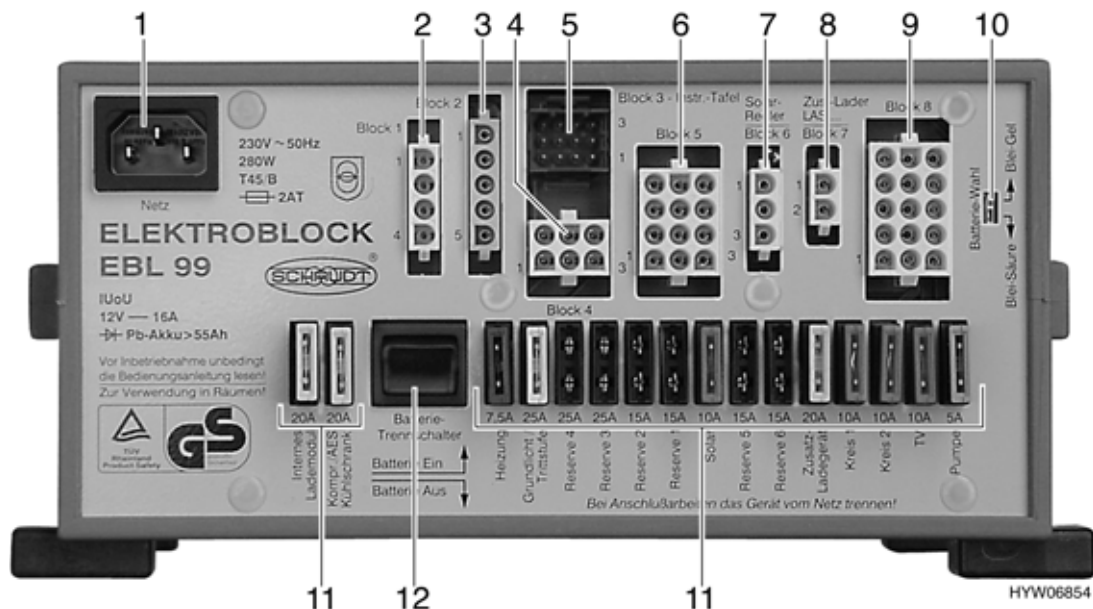
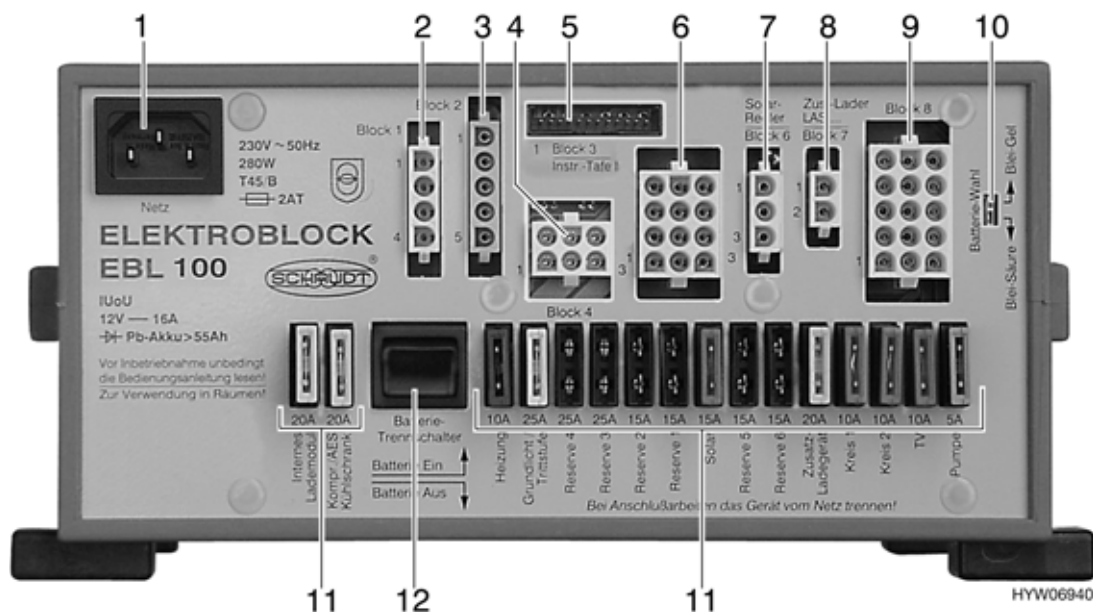

Fig. 105 Centralina elettrica EBL 99 (variante 1)
Fig. 106 Centralina elettrica EBL 100 (variante 2)
L'interruttore staccabatteria (Fig. 105,12 o Fig. 106,12) serve a disinserire tutte le utenze a 12 V dell'abitacolo, anche la valvola di sicurezza/di scarico del riscaldamento. In tal modo si evita uno scaricamento eccessivo della batteria dell'abitacolo nei lunghi periodi di fermo del veicolo (per esempio in occasione di inattività temporanea).
- ▷ L'impostazione di stabilimento del selettore batteria (Fig. 105,10 o Fig. 106,10) ("Piombo-Gel") non deve essere modificata.